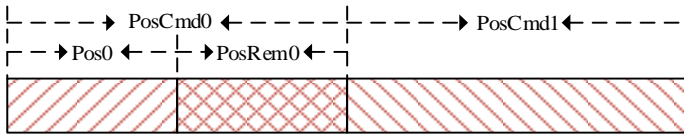

图 12.13 增量位置指令运行示意图
①增量位置的参考点为当前的位置指令的目标值。如图 12.13 所示，第一段位置指令设定值为  $PosCmd0$ ，运行了  $Pos0$  的脉冲后，结束运行，剩余  $PosRem0$  的脉冲没有运行完成。如果此时插入第二段增量位置指令  $PosCmd1$ ，则第二段位置指令运行的总脉冲数，为  $PosCmd1 + PosRem0$ ，最终的运行位置值为  $PosCmd0 + PosCmd1$ 。